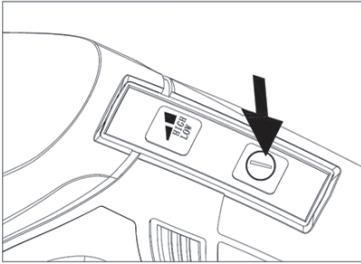

FIG. 7
- Para encender la aspiradora, pulse el botón ON/OFF; para apagar la aspiradora, pulse el botón ON/OFF. (ver FIG.7)